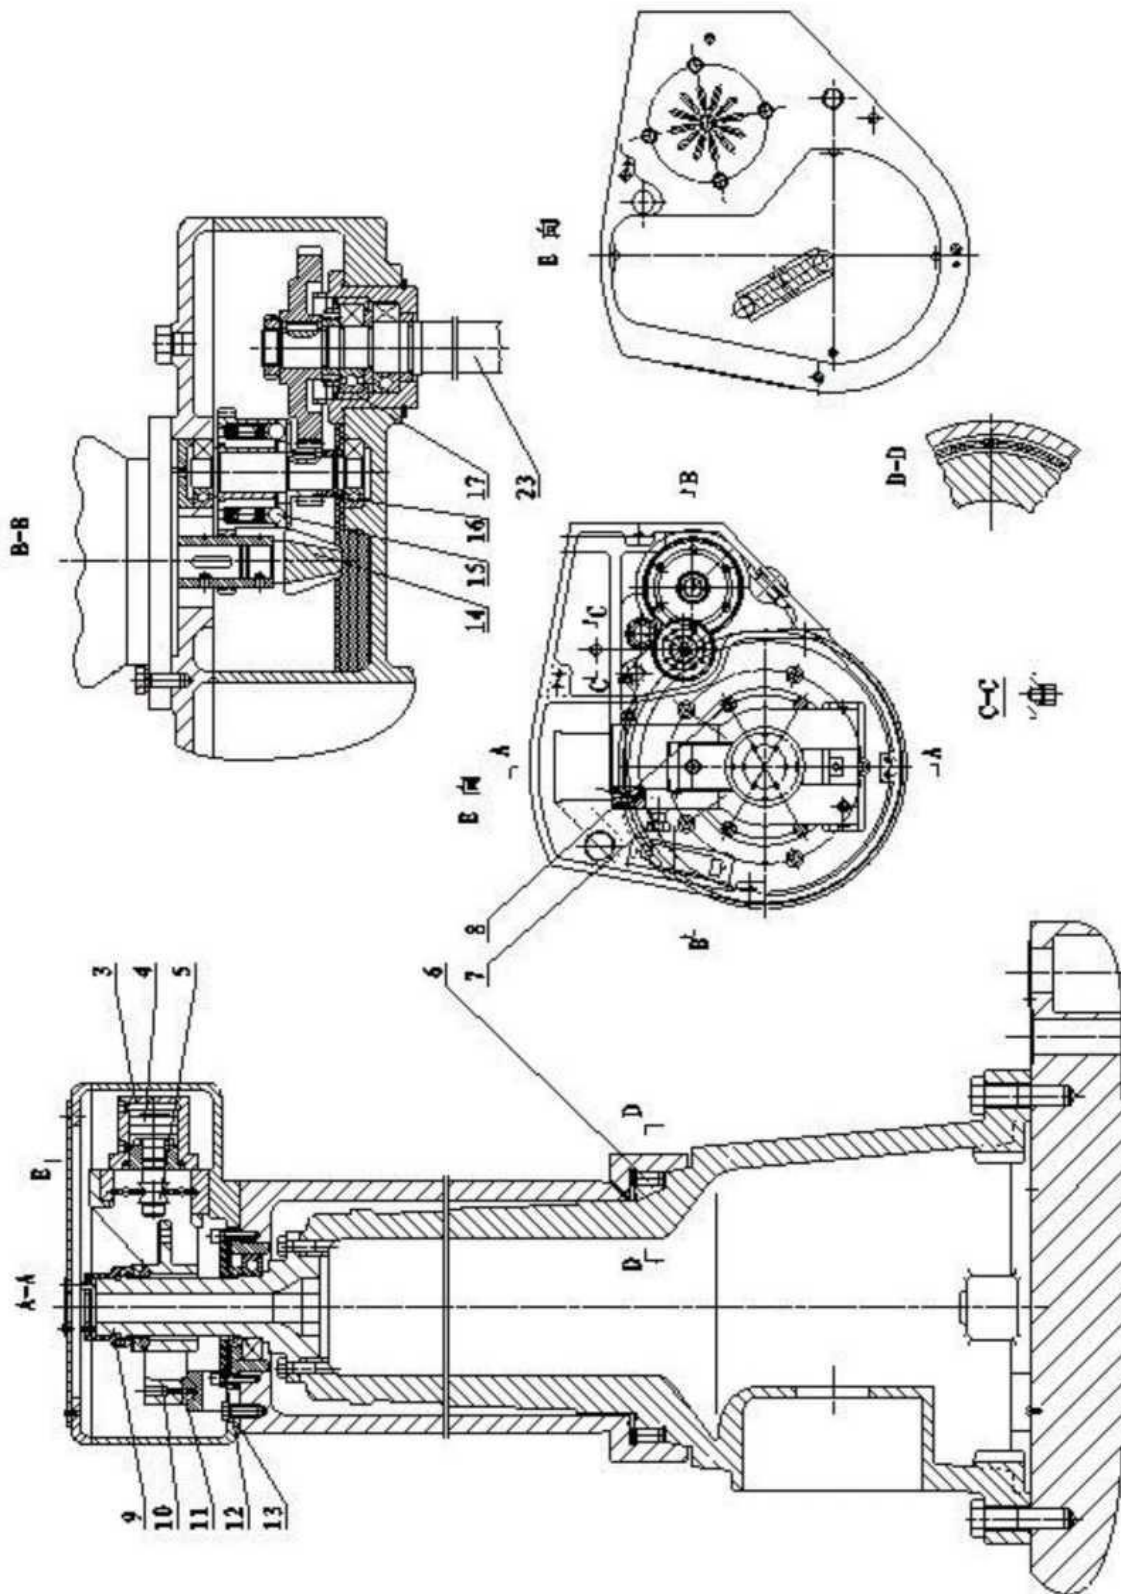
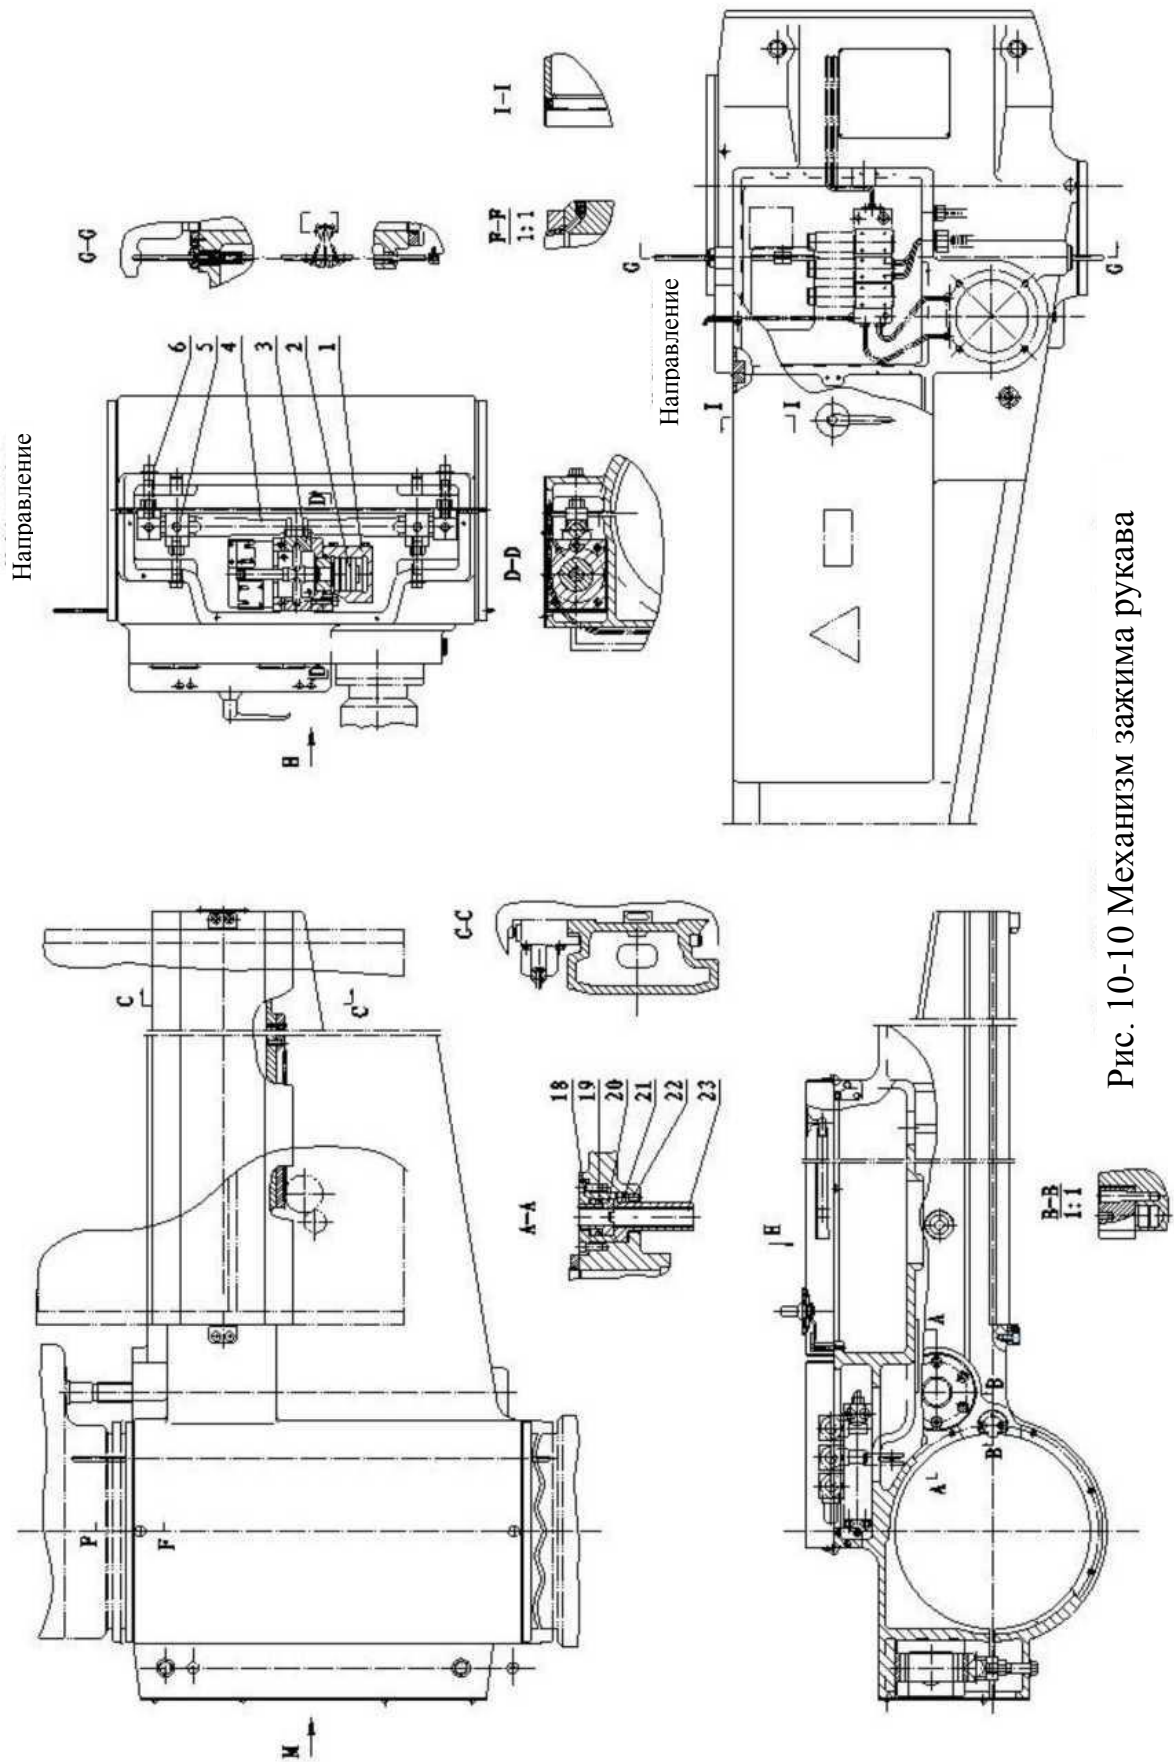

Рис. 10-9 Зажим стойки и подъем рукава
Рис. 10-10 Механизм зажима рукава
#### **10.4 Подъем рукава (Рис. 10-9, 10-10)**
Внутри корпуса подъемного устройства 13, оборудованного каркасом для подъема рукава (показано на рис. 10-9, разрез В-В), находится двигатель подъема, запускаемый подъемным звеном 23 с низкооборотным двигателем и стальной шариковой предохранительной муфтой 15. Подъем гаек 21 (показано на рис. 10-10, разрез А-А) ограничивается штифтом 22, поэтому вращение невозможно. Звено 23 при перемещении в обратном направлении может приводить в движение рукав вверх и вниз, чтобы обеспечить приток смазки ко всем частям трансмиссии в подъемном каркасе, имеется комплект для защиты от брызг, установленный на валу 14 двигателя. Для изучения подъемной гайки 21 на предмет истирания после долгого срока службы и, в случае возникновения такого истирания, имеется предохранительная гайка 20. Если подъемная гайка 21 повреждена, рукав может перемещаться вниз до соприкосновения с нажимной крышкой 18, нажимная крышка 18 поддержит рукав в случае возникновения непредвиденных обстоятельств. Гайка 17 используется для ограничения звена 23 в направлении вала, когда рукав перемещается вверх и вниз до конца хода, а не до стальной шариковой предохранительной муфты 15, звено нажмет на электрический выключатель и двигатель подъема прекратит вращение, а затем остановится вверху или внизу. Пока рукав перемещается вверх и вниз, в случае возникновения непредвиденных обстоятельств или,
#### 10.5 Зажим рукава (Рис. 10-10)
#### **(2) Регулировка зажима на стойке (Рис. 10-9)**
#### **(3) Регулировка силы зажима рукава (Рис. 10-10)**